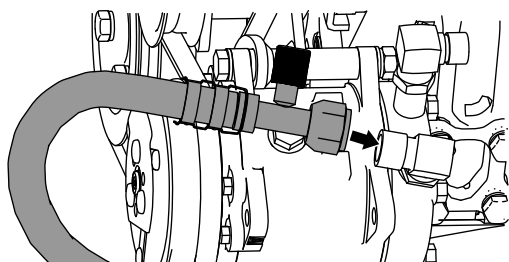

Figure 44
1. Branchez le flexible basse pression de la climatisation (7/8 po) entre la cabine et le raccord à angle droit (7/8 po), comme montré à la Figure 44.